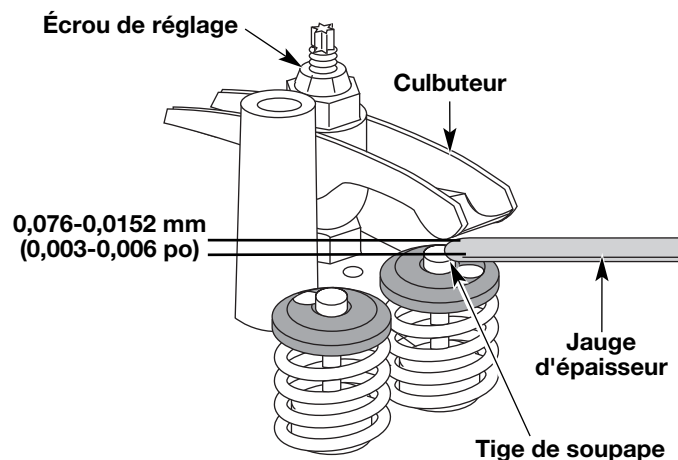

Fig. 38
- a. Tournez l'écrou de réglage à l'aide d'une clé de 8 mm (5/16 po) ou d'un tournevis à embout hexagonal (Fig. 38).